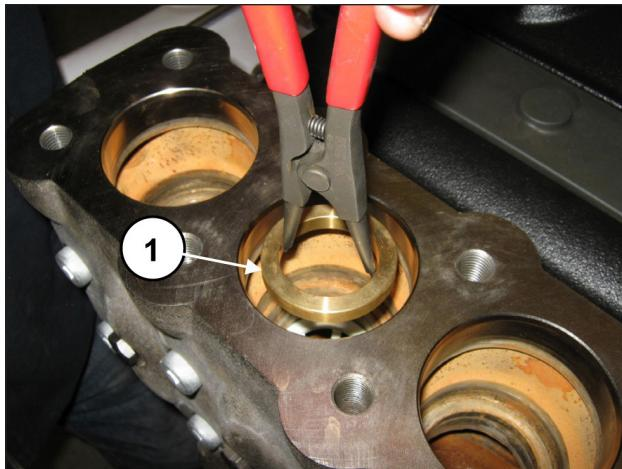

Abb. 101
Entfernen Sie den Distanzring des Ventilsitzes (Pos. ①, Abb. 101).